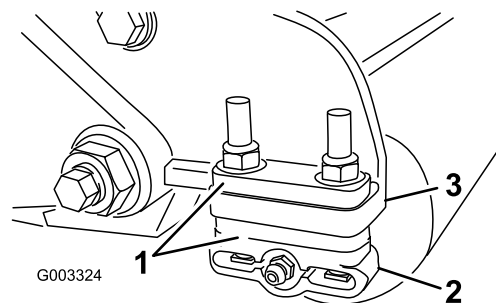

図 19
1. 希望の刈高範囲に必要な数のスペーサを刈高チャートで確認し、スペーサをサイドプレートの取り付けフランジ図 19の下に入れて、後ローラのブラケットの位置を正しくセットする図 19。